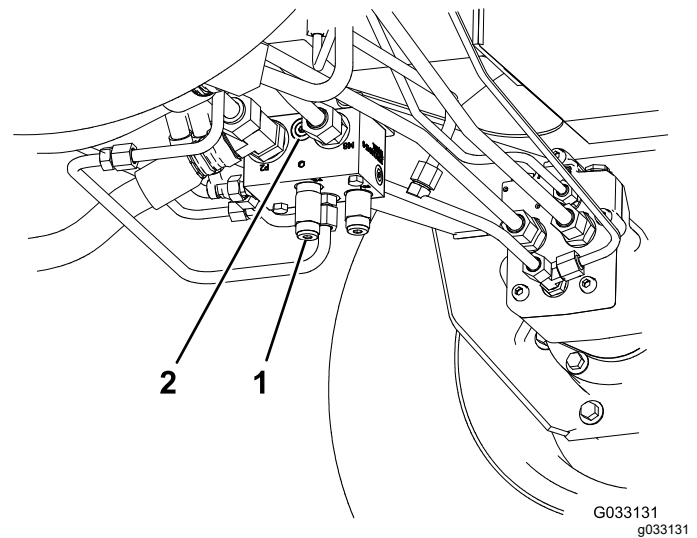

Figura 63
- N. cat. Toro 95-0985, raccordo di accoppiamento (2)
- N. cat. Toro 340-77, raccordo idraulico (2)
1. Montate un raccordo diagnostico nel foro non marcato situato tra i fori M8 e P2 sul collettore della trazione posteriore (Figura 63).